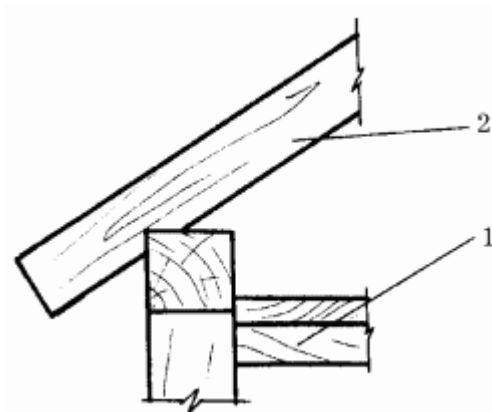

Рис. 17. Опираие наслонных стропил в деревянных каркасных зданиях: 1 – балка перекрытия; 2 – стропильная нога.
– на верхнюю обвязку (рис. 17) в деревянных каркасных зданиях;